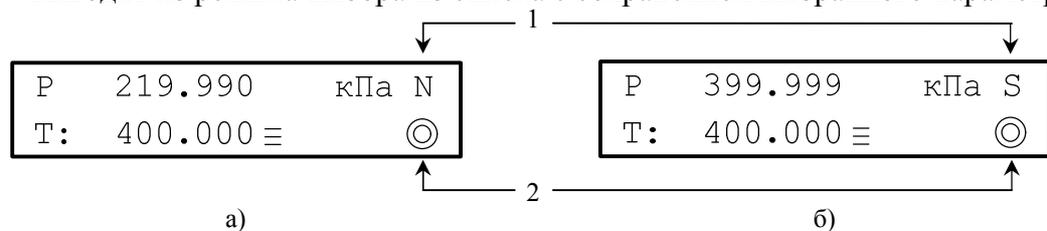

Рисунок 2.4.2
Кнопкой **ПУСК** **СТОП** включается регулятор и активируется процесс установки давления на выходе КД, соответствующего заданной уставке. Экран в режиме работающего регулятора представлен на рис. 2.4.2. Символ «N» (unstable) отображается в процессе набора давления, символ «S» (stable) (1) — когда целевое давление достигнуто и
удерживается регулятором в пределах интервала готовности (см. п. 2.24). Во всех случаях, когда регулятор включен, на экране отображается анимированный символ (2) (рис. 2.4.2).